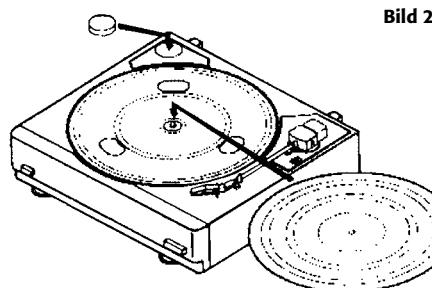

Bild 2
4. Kontrollera att drivremmen ligger runt den vita drivrullen som är placerad under skivtallriken (syns genom hålen i tallriken, se fig. 2).
5. Placera skivtallriken enligt Fig.2
6. Placera 45 varvs adaptern på avsedd plats Fig.2